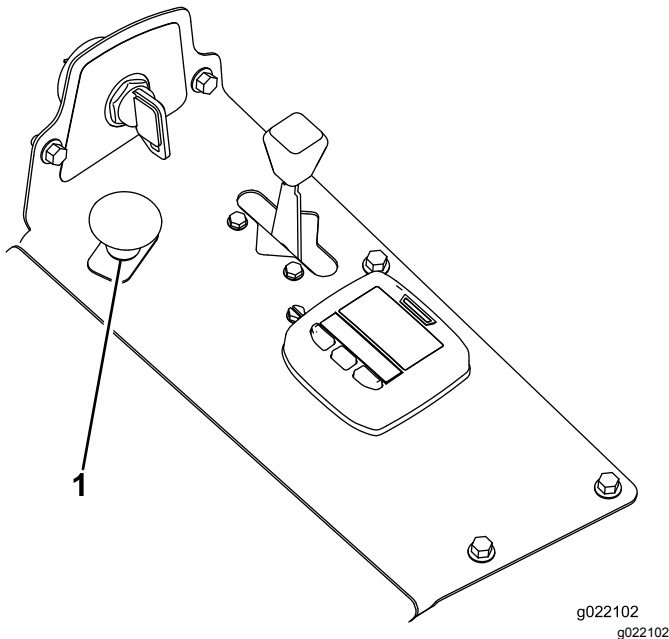

Figura 20
3. Puxe para cima o interruptor da tomada de força para o engatar (Figura 20).